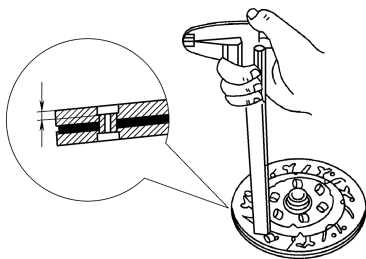

图 3-17 从动盘摩擦片磨损的检查
1) 用深度游标卡尺测量铆钉头的深度,如图 3-17 所示。摩擦片工作面与铆钉头深度极限为 0.30mm,磨损极限为 0.50mm。